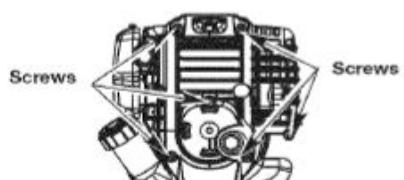

Рис. 30
1. Открутите шесть (6) винтов на задней поверхности крышки двигателя с помощью отвертки для винтов с потайной головкой или отвертки T-25 Торх (Рис.30).
4. Снимите крышку двигателя (Рис. 30).
1. Выключите двигатель и подождите, пока он остывает. Открутите шесть (6) винтов на задней поверхности крышки двигателя с помощью отвертки для винтов с потайной головкой или крестообразной отвертки T-25 Торх (Рис. 30).